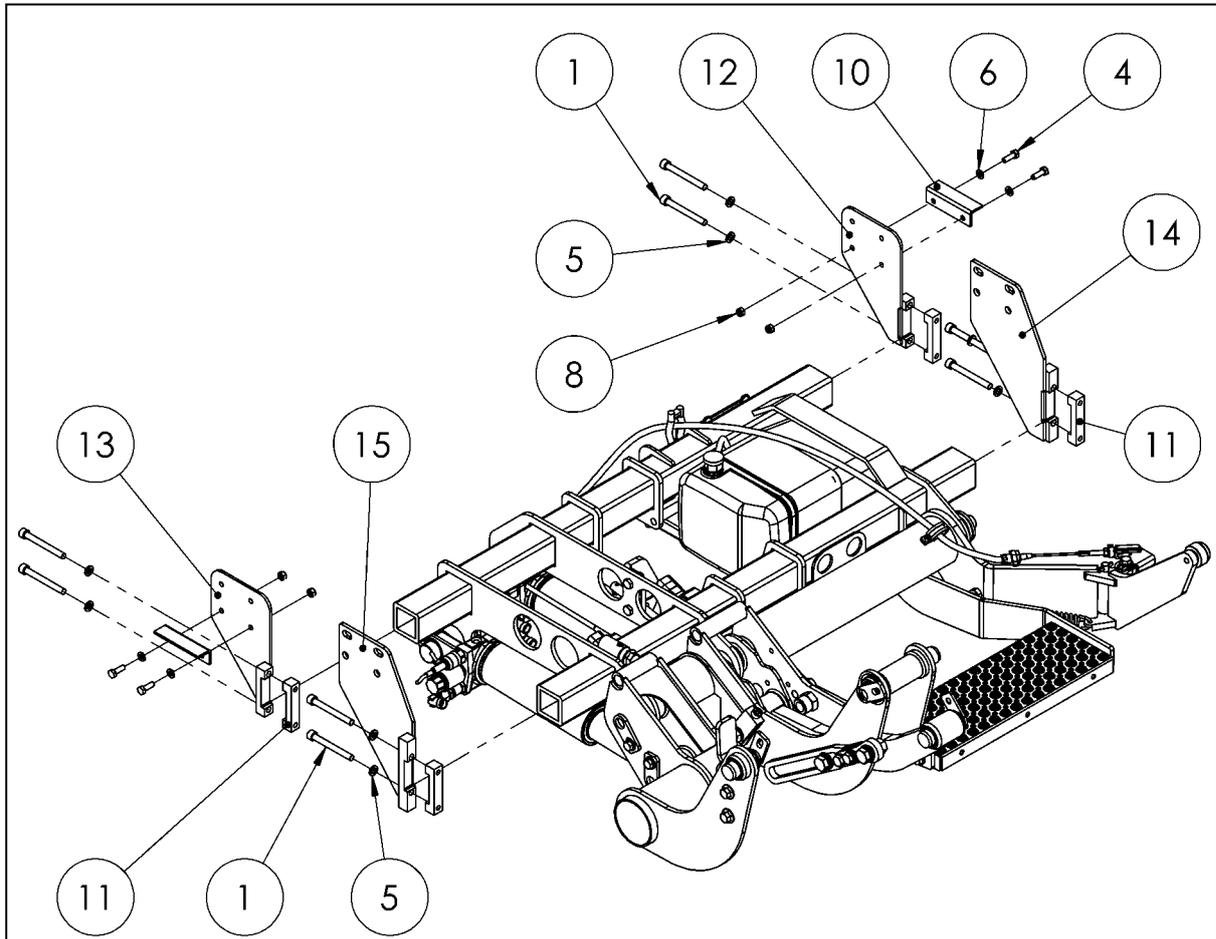

Fig. 12
- Preinstale los adaptadores de instalación en el mecanismo de elevación como se muestra en la Fig. 12 apretando los accesorios a mano.
IMPORTANTE: Dependiendo del vehículo, elija entre tracción delantera o tracción trasera, apretando las conexiones a mano (ver Fig. 12).
IMPORTANTE: La figura muestra los adaptadores de instalación para un vehículo con tracción delantera. Los adaptadores de instalación para un vehículo con tracción trasera son visualmente diferentes. La instalación es la misma para ambos tipos de vehículos y la Fig. 12 se aplica a ambos.